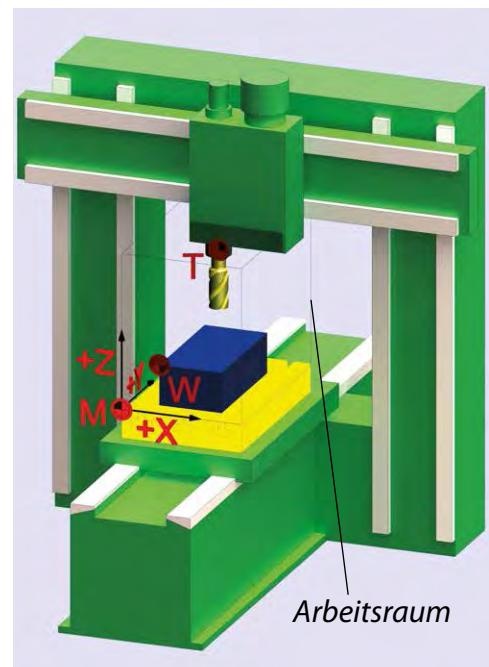

Abbildung 4
Maschinen Nullpunkt (M) (Abb. 4):